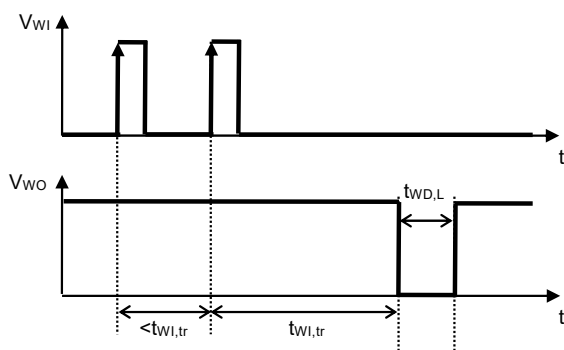

图10 看门狗触发时间
- *1. 看门狗定时器进行超时或双脉冲检测后, WO端子保持 "L" 的时间 (参阅图10)。此值可以通过 C_{DLY} 的电容值进行更改。
- *2. 从看门狗定时器开始进行触发信号检测后, 到检测出超时, 并且WO端子输出变化为 "L" 为止的时间 (参阅图10)。此值可以通过 C_{DLY} 的电容值进行更改。